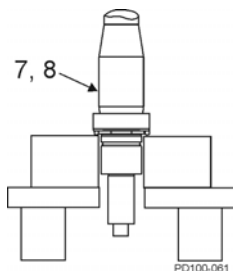

Abbildung 77 - Schmieren der Welle
- Schmieren Sie den vorderen Lagerbereich der Welle (Abbildung 77, Pos. 7, 8) mit Öl oder Schmierstoff. Setzen Sie sie aufrecht in eine Hydraulikpresse, das Flüssigkeitsende zeigt nach unten.